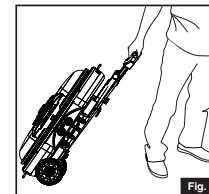

Fig. 7
- Une fois la poignée bloquée en position, vous pourrez aisément déplacer le grill jusqu'à l'endroit que vous lui destinez. (Fig. 7)